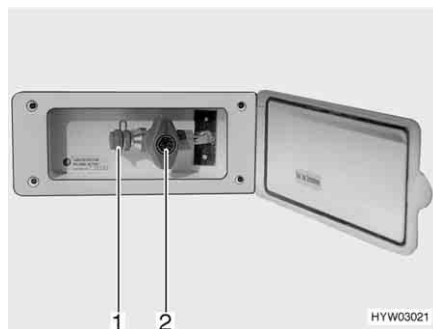

Fig. 111 Presa gas esterna, rubinetto di arresto del gas chiuso
La presa gas esterna (Fig. 111) si trova, a seconda del modello, nella parte posteriore o sul lato destro o sinistro del veicolo.
- Collegare l'apparecchio a gas esterno all'attacco (Fig. 111,1).
- Aprire il rubinetto di arresto del gas (Fig. 111,2).